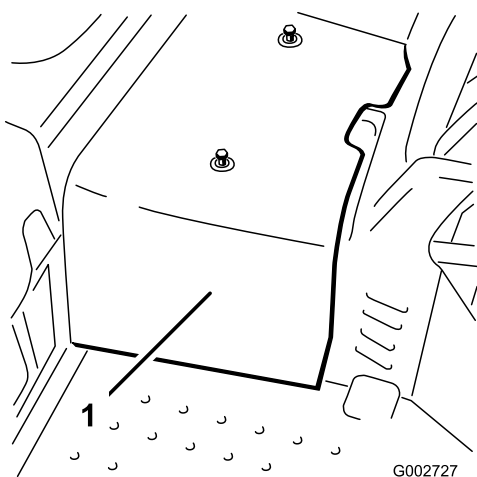

Figure 34
2. Desserrez les 2 vis qui fixent le carénage central à la machine et déposez le carénage (Figure 34).